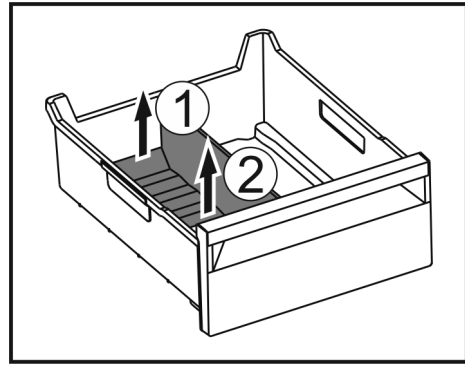

Fig. 166
- ▶ 提升冰格分隔器后部。 Fig. 166 (1)
- ▶ 向上取出冰格分隔器。 Fig. 166 (2)